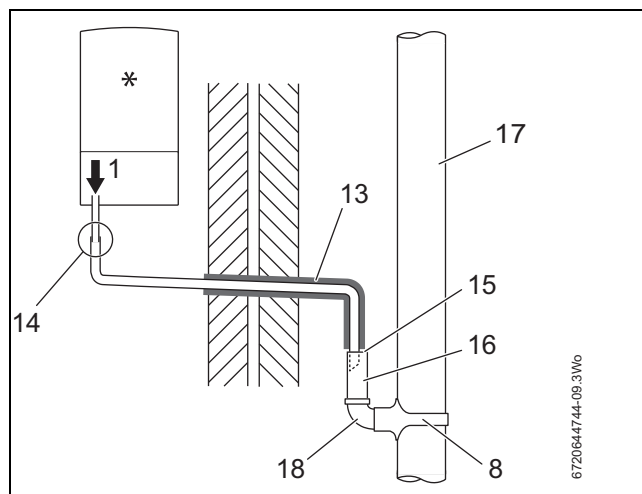

Fig. 20 Eliminación de condensado en un tubo de caída de aguas pluviales
- Véase la fig. 20 en la que se utiliza una tubería de bajada para eliminar el condensado.